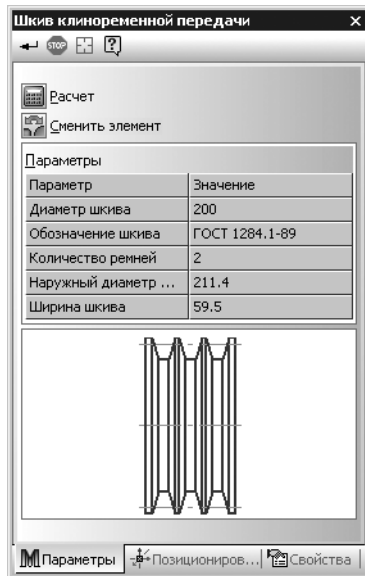

Рис. 11.19.
1. Раскройте на панели свойств **Шкив клиноременной передачи** вкладку **Параметры** (рис. 11.19). На ней содержатся элементы управления, названия которых приведены в таблице 11.14.